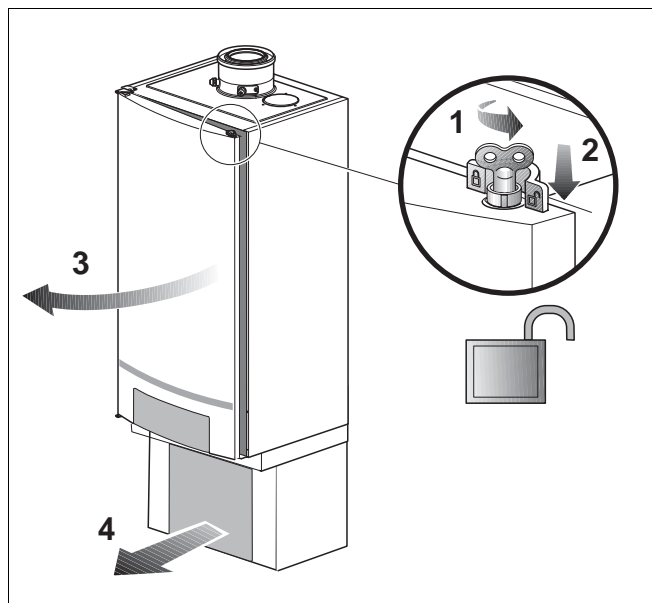

Fig. 61 Deschideți ușa cazanului
- Deschideți zăvorul ușii cazanului cu cheia de aerisire rotind un sfert de tura (Fig. 61, **Lupă**).
- Apăsați zăvorul în jos (Fig. 61) și deschideți ușa cazanului.
- Îndepărtați carcasa de acoperire a grupului de racord (Fig. 61).